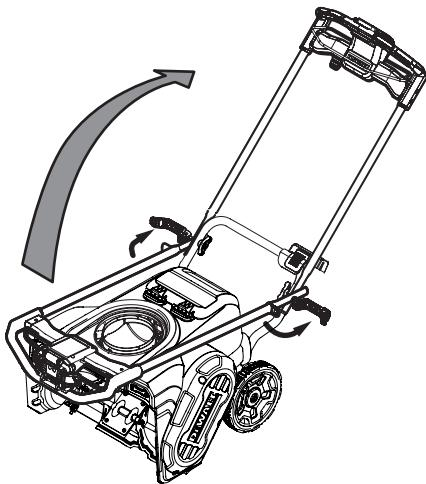

Figure 4
- Abaissez les deux leviers de la poignée en position déverrouillée. (Figure 4).
- Pivotez la poignée supérieure en position de fonctionnement. Veillez à ne pas pincer les câbles au cours de l'opération (Figure 4).